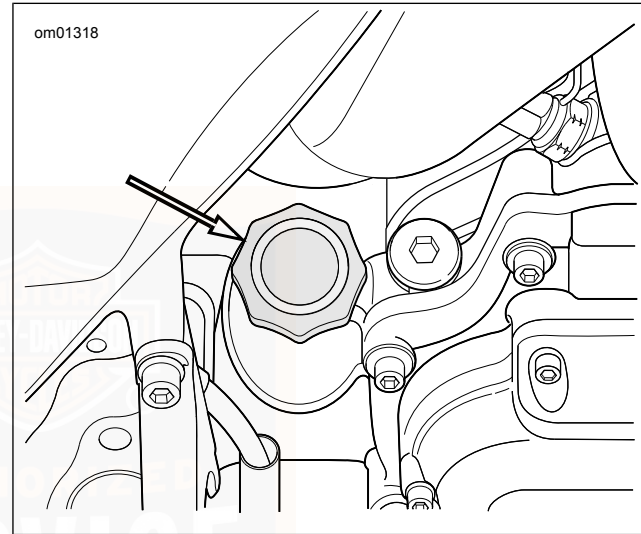

Abbildung 91. Motoröl-Einfüllverschlussstopfen
2. Siehe Abbildung 91. Den Motorölstand prüfen.
3. Siehe Abbildung 91. Ölstand prüfen.